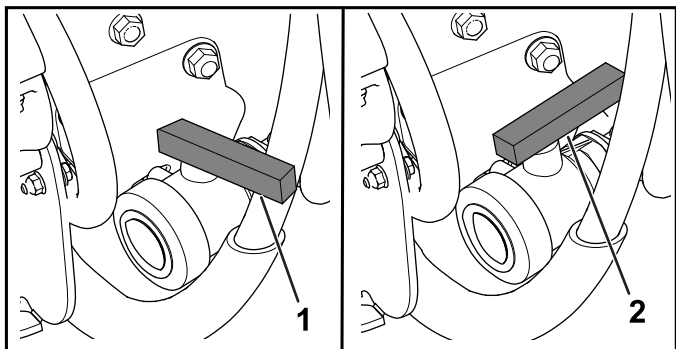

Figura 93
3. Deschideți robinetul pentru a elimina toate materialele neutilizate din rezervor (Figura 93).
4. Închideți robinetul de evacuare (Figura 93).